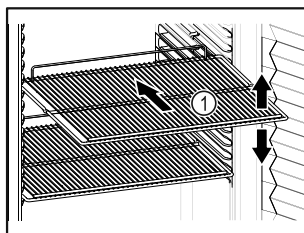

Fig. 18 Simbolična slika
- Če je odlagalna rešetka Fig. 18 (1) premična, jo prilagodite po višini.